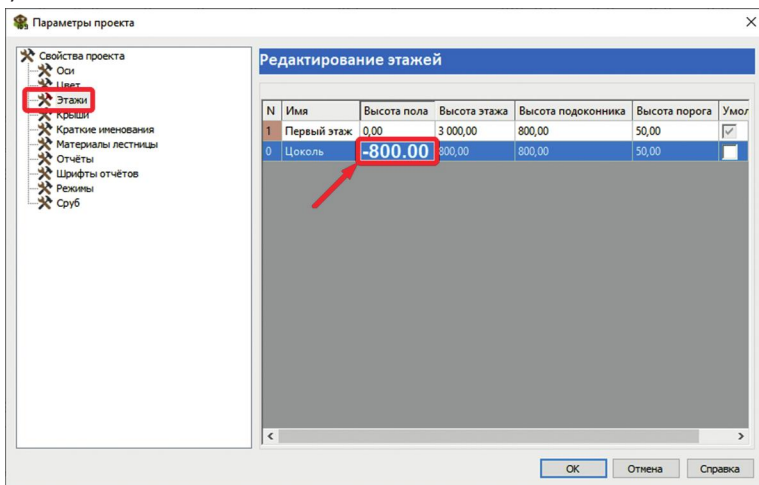

рис. 22
2. На панели **Плоскости** (рис. 22) выберите этаж **Цоколь**. Убедитесь при этом, что нижняя высотная отметка цоколя равна **-800**. Если это не так, то нажмите пиктограмму . Затем в появившейся карточке **Умолчения проекта** откройте закладку **Этажи**, и задайте у цоколя **Высоту пола** равную **-800** (рис. 22)